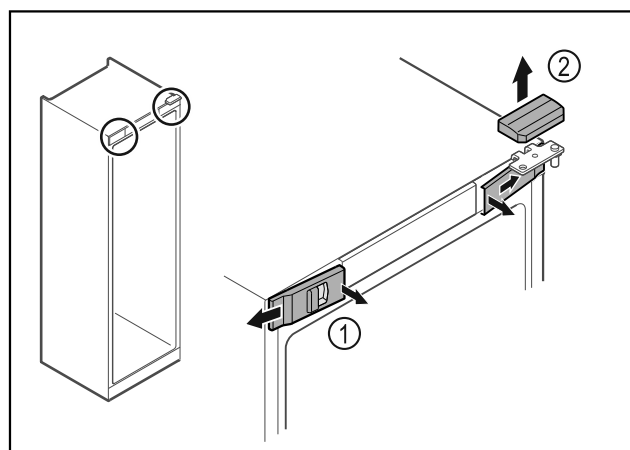

Fig. 14
- ▶ Uvolněte uvnitř přední kryty Fig. 14 (1) a sejměte je stranou.
- ▶ Horní kryt Fig. 14 (2) odeberte směrem nahoru.